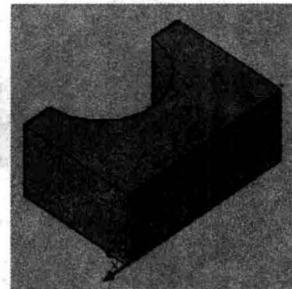

图 1-16 例图
本例主要介绍了一种绘制立体图形的方法，通过将平面图形进行拉伸处理，应用“拉伸”命令，完成如图 1-16 所示的图形效果。
**【案例 1-1】** 应用“拉伸”命令，创建如图 1-16 所示的三维实体。